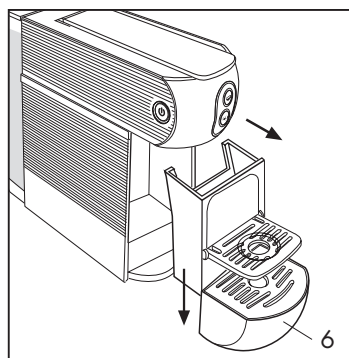

Fig. 12
Le porte-capsules peut contenir un maximum de 12 capsules, il est donc conseillé de le vider régulièrement pour éviter que les capsules ne se coincent. Extraire le bac (6) **(fig. 12)** et le séparer du récipient porte-capsules en la tirant vers le bas, en faisant attention à la présence éventuelle de liquide.